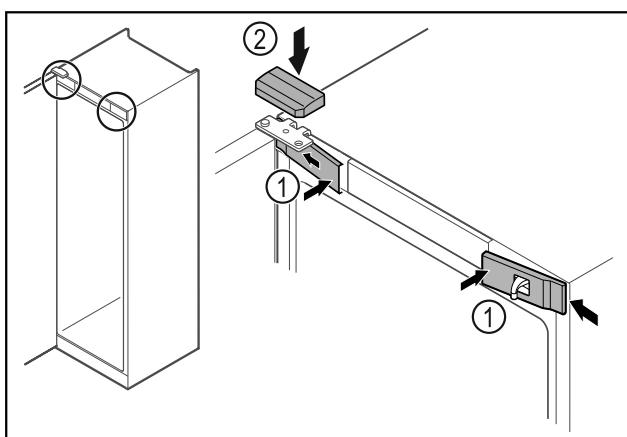

Fig. 70
- Enganchar las cubiertas delanteras Fig. 70 (1) lateralmente y encollarlas.
- Encollar la cubierta superior Fig. 70 (2) desde arriba.